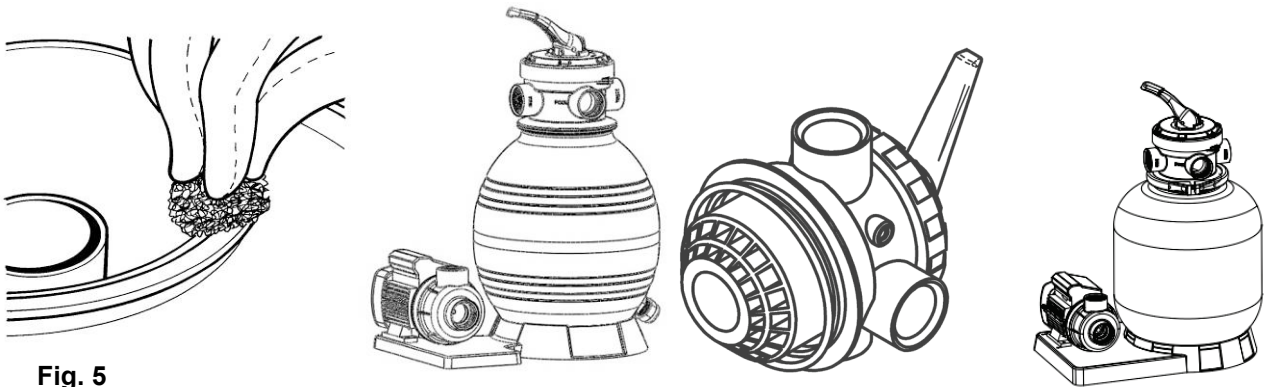

Fig. 5
5. Retire la tolva y limpie bien el borde de la abertura del recipiente de restos de arena. Para facilitar la puesta en servicio, le recomendamos que llene con $\frac{3}{4}$ de agua el recipiente del filtro de arena. Luego monte la válvula de 4 vías y la junta del filtro (junta tórica, Fig. 5). El anillo de apriete se atornilla con el tornillo y la tuerca del anillo de apriete.